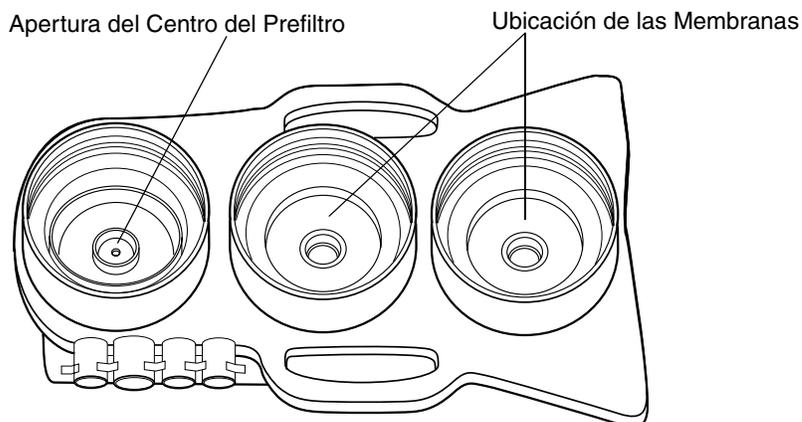

Figura 8
- D. Inserte firmemente el extremo de la junta tórica de los elementos en el colector. Véase la Figura 8.
B. Vuelva una cucharada (15 mililitros) de lejía clorada en el orificio central de la conexión del contenedor del prefiltro. Véase Figura 8.